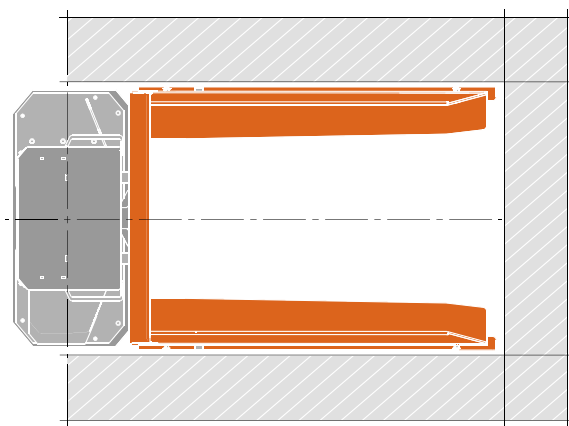

Bild 17 Sicherheitsbereich
2. Stellen Sie den Niveaulift in der gewünschten Position auf. Stellen Sie sicher, dass rund um den Niveaulift ein ausreichender Freiraum eingehalten wird (min. 500 mm), siehe Abbildung 17.